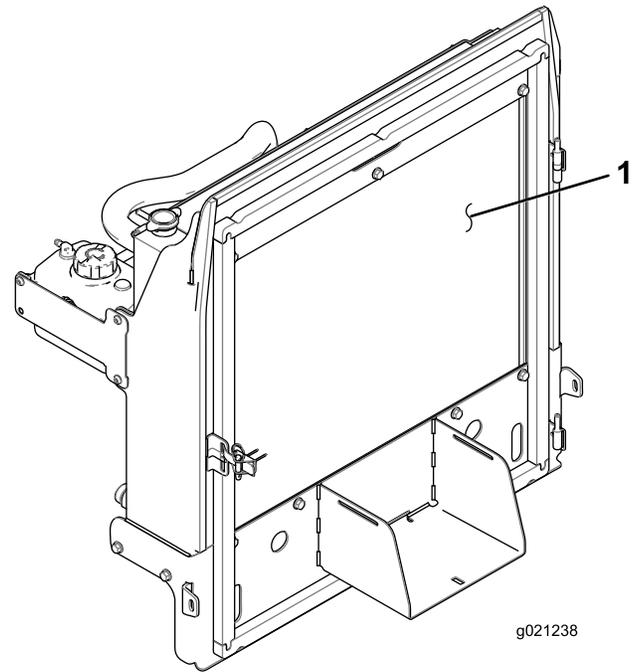

Figura 58
4. Limpie a fondo ambos lados del radiador y del enfriador de aceite (Figura 58) con aire comprimido.